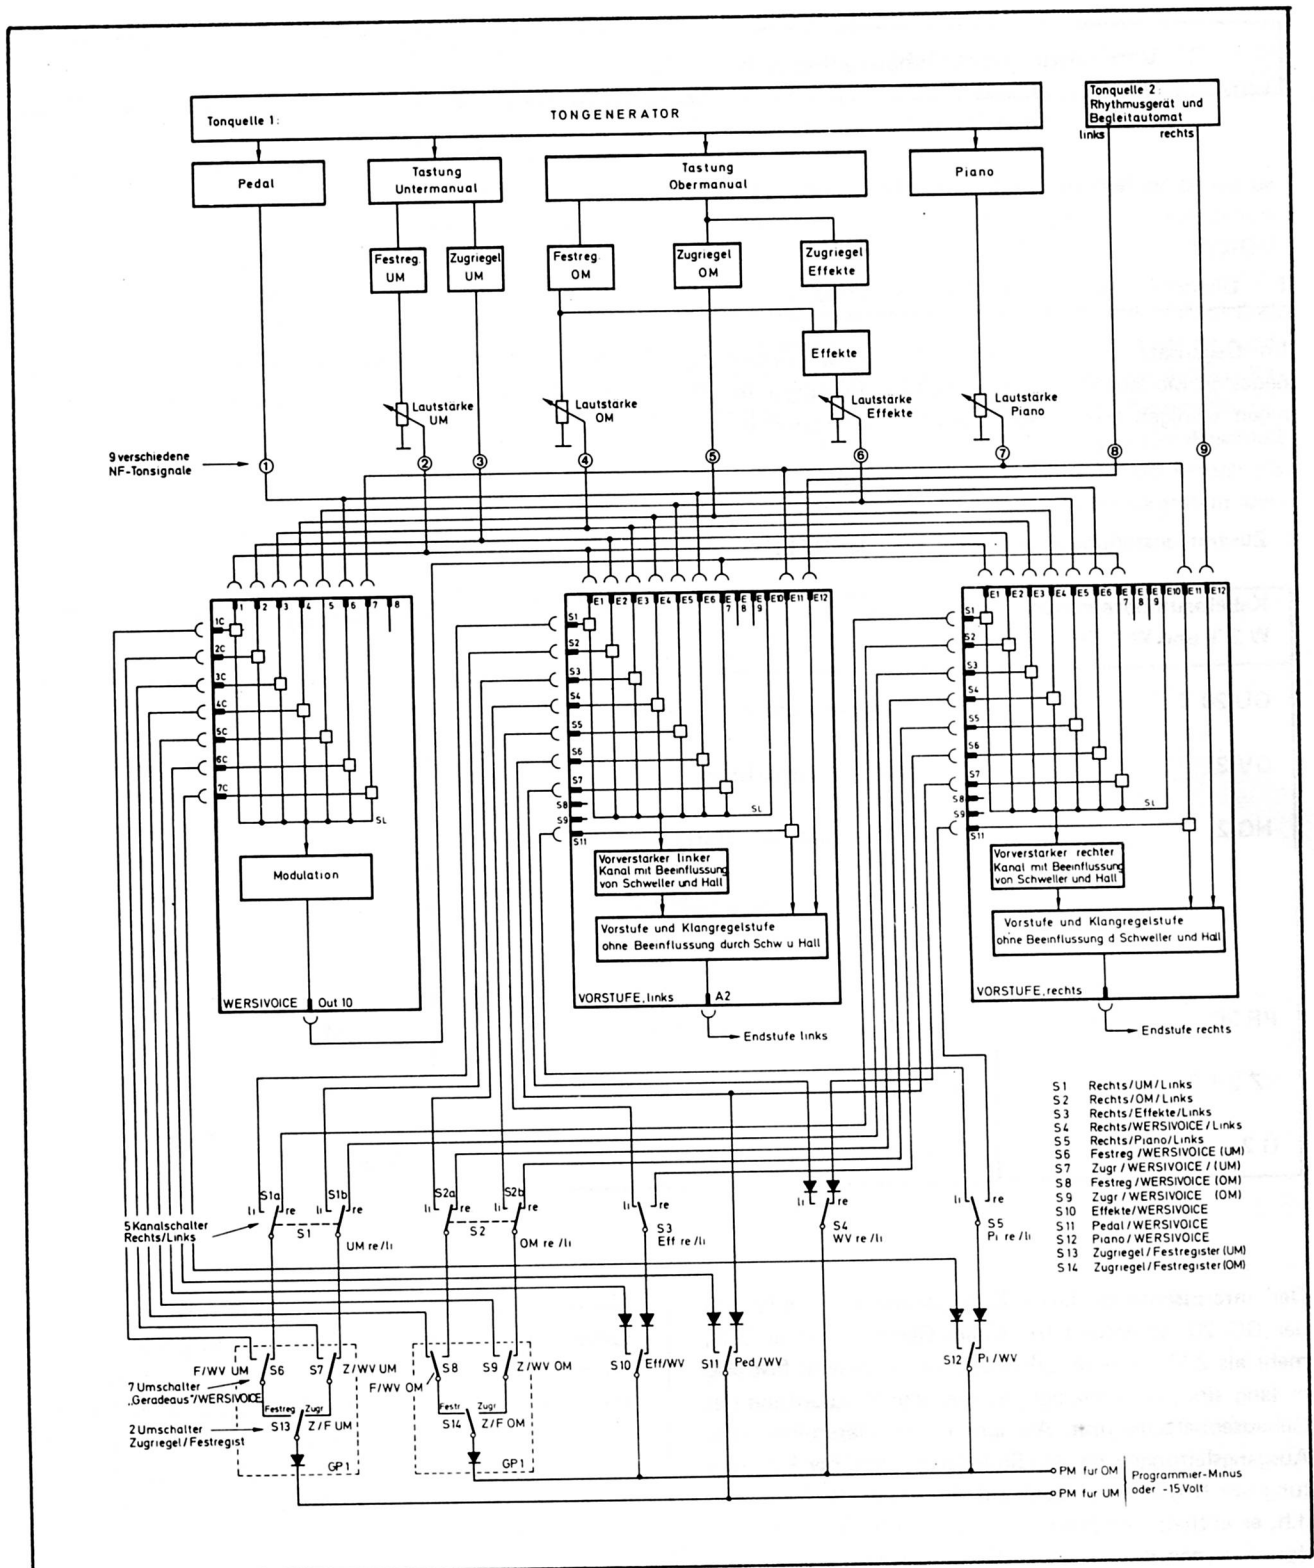
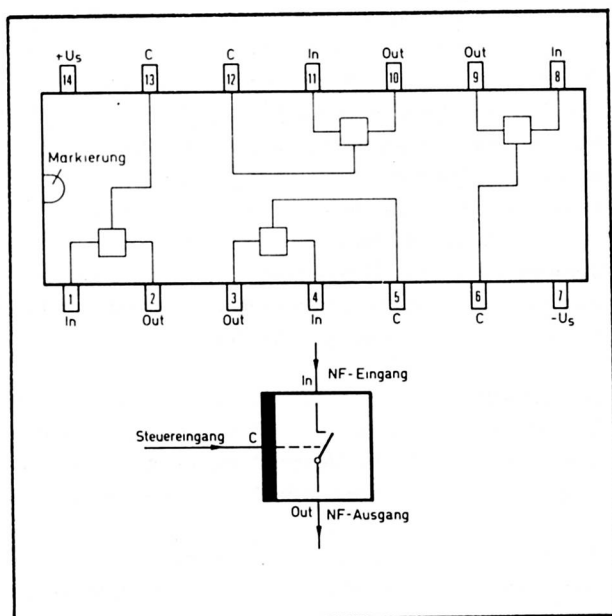

Abb. 47: Blockschaftbild der NF-Verdrahtung und der dazugehörigen Gleichspannungssteuerleitungen
Abb. 48: Vier NF-Analogschalter im Integrierten Schaltkreis WIC 6020
Die Vorbereitung des GO 20 und sein Einbau werden nachstehend beschrieben, zuvor soll jedoch noch anhand von Abb. 47 ein Überblick über die vielleicht am wenigsten übersichtliche und bisher in keiner Einzelbauanleitung ausführlich behandelte Verdrahtung der NF-Tonfre-
Der Tongenerator und das Rhythmusgerät — ganz oben in Abb. 47 — bilden die beiden Tonquellen der Orgel. Die von Ihnen ausgehenden Niederfrequenz-Tonsignale (im folgenden kurz NF genannt) durchlaufen verschiedene Tastungs- und Tonformungsstufen, so daß schließlich neun Teilsignale entstehen, die in vielfacher Weise auf die beiden Verstärkerkanäle verteilt werden können. Im Blockschaltbild von links nach rechts sind dies die Tonquellen:
Das Besondere an dieser NF-Verteilung ist nun, daß alle 9 Signalleitungen fest verdrahtet sind, d.h. ohne irgendwelche mechanischen Schalter zu durchlaufen, gelangen sie direkt zu den beiden Vorverstärkern und zum WERSIVOICE (drei Blöcke in der Mitte der Abb. 47). Alle Eingänge dieser Baugruppen (mit Ausnahme der Eingänge für Rhythmus und Begleitton) sind parallelgeschaltet, so daß alle NF-Signale gleichzeitig sowohl an den beiden Vorstufen (Eingänge E 1 bis E 7 und E 11 und E 12) als auch am WERSIVOICE (Eingänge 1 bis 7) ständig fest anliegen.
Trotz dieser Parallelschaltung der NF-Eingänge übernimmt nur einer der Vorverstärker schließlich das Signal (Ausnahme: Pedal), es ist nämlich jedem Eingang ein elektronisches Eingangsgatter, ein sog. NF-Analogschalter (Abb. 48) zugeordnet, der die anstehende NF erst dann zur Sammelleitung "SL" (Abb. 47) durchschaltet, wenn der dazugehörige sog. Kontroll- oder Steuereingang eine negative Gleichspannung zugeführt erhält. (Vier dieser Analogschalter sind in einem Integrierten Schaltkreis WIC 6020 vereinigt.) Die Steuereingänge sind an den Vorverstärkern mit S 1, S 2 usw. und am WERSIVOICE mit 1 c, 2 c usw. bezeichnet.
Die erforderliche Gleichspannungsverdrahtung — unten in Abb. 47 — ist wegen der 14 Schalter etwas weniger übersichtlich als die NF-Verdrahtung und sei daher etwas eingehender anhand eines einfachen Beispiels erläutert.
Diese Bedingung wird erfüllt, wenn die Schalter S 1 (Doppelumschalter), S 7 und S 13 in die in Abb. 47 gezeichnete Stellung gebracht werden. Dann nämlich gelangt die erforderliche negative Schaltspannung von Punkt "PM" (UM) über S 13 auf S 7 und von S 7 auf S 1 b. Von dort wird der Steuereingang S 2 des Vorverstärkers für den rechten Kanal negativ, worauf der dazugehörige NF-Analogschalter — wie gefordert — das am Eingang E 2 bereitstehende Zugriegelsignal zur weiteren Verarbeitung durchschaltet.
Es bedarf keiner besonderen geistigen Akrobatik, zur Übung einmal zu überlegen, welche Signalquellen nach der in Abb. 47 gezeichneten Schalterstellung schließlich zu welcher Endstufe gelangen. Zur Kontrolle hier die "Lösung":
Selbstverständlich ist auch jede beliebige andere Tonverteilung über die 14 in Abb. 47 gezeigten Schalter denkbar, es ergeben sich durch die verschiedenen Stellungen allein dieser Schalter bereits 16384 verschiedene Kombinationsmöglichkeiten !